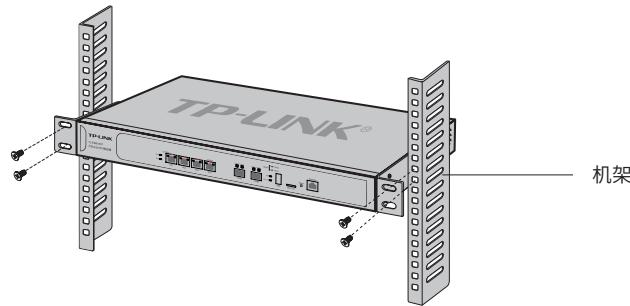

图2-2 机架安装示意图
4. 用螺钉将L型支架固定在机架两端固定的导槽上,确保路由器稳定、水平地安装在机架上,如图2-2所示。